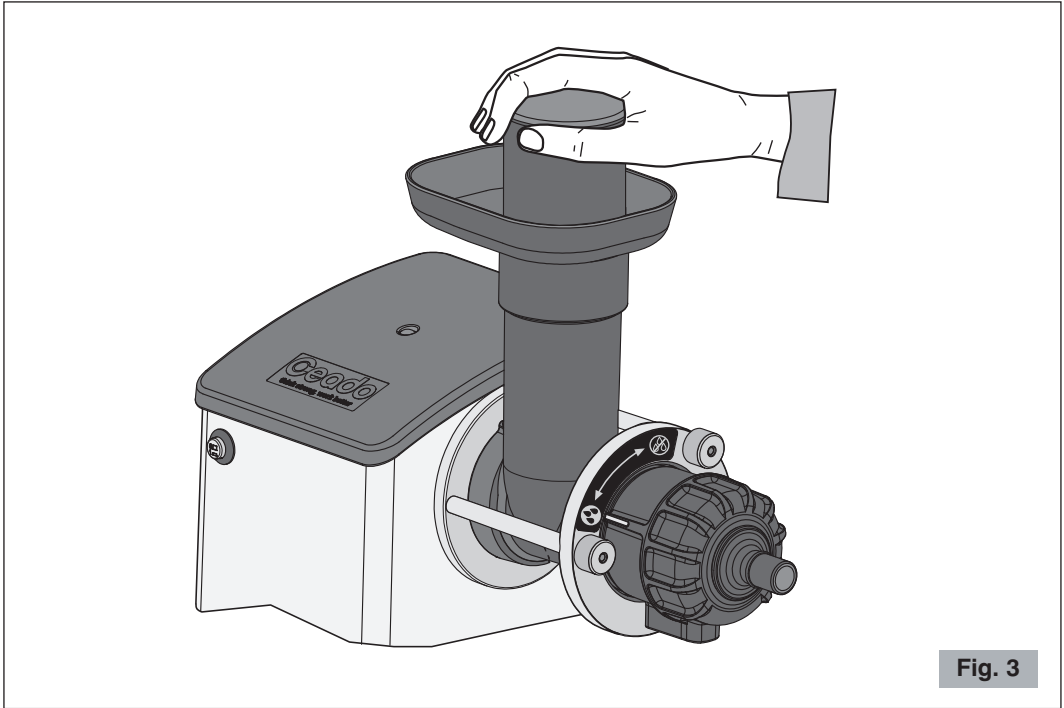

Fig. 3
- 5** En utilisant le poussoir fourni avec, pousser graduellement les fruits et/ou les légumes au bout de la goulotte d'introduction vers la vis sans fin en rotation (voir Fig. 3). Pour avoir plus de jus, toujours pousser lentement le poussoir. Ne pas introduire de fruits et/ou de légumes lorsque le moteur est éteint.